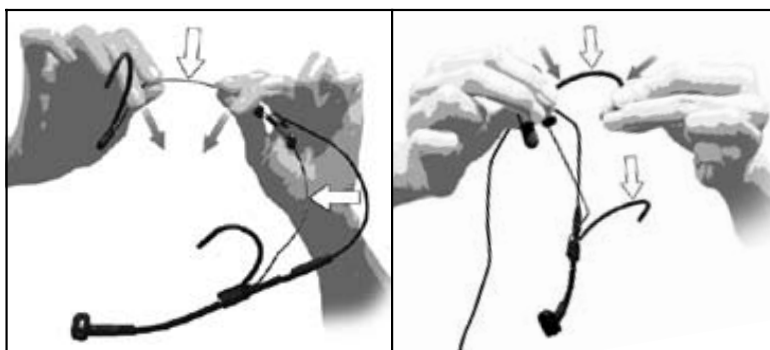

Fig. 6: Come piegare l'archetto sotto-nucale e l'archetto auricolare
- Tenete l'archetto sotto-nucale rispettivamente l'archetto auricolare fermi nei punti indicati nella fig. 6 e piegateli **prudentemente** un po' verso l'interno.
Vedi fig. 6.